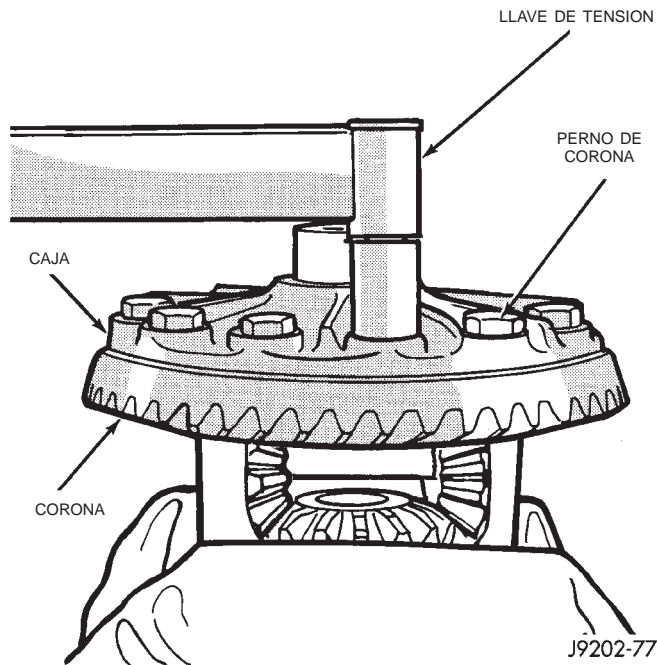

Fig. 43 Instalación de los pernos de la corona
(1) Invierta la caja del diferencial y comience a enroscar dos pernos de la corona. Esto permitirá alinear la caja con el orificio del perno de la corona.
(2) Invierta la caja del diferencial en la mordaza.
(3) Instale los pernos nuevos de la corona y apriete de forma alterna hasta alcanzar una torsión de 95–122 N·m (70–90 lbs. pie) (Fig. 43).
(4) Instale el diferencial en la caja del eje y verifique el engranado y patrón de contacto de los engranajes.